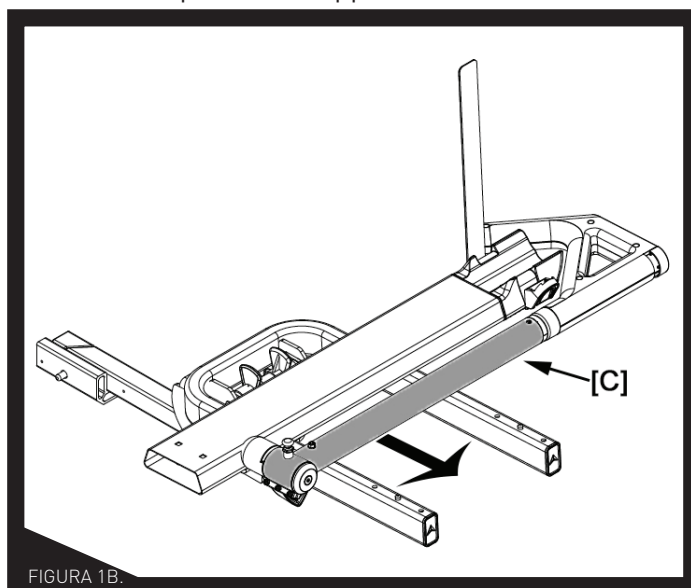

FIGURA 1B.
**IMPORTANTE!** Come mostrato nella Figura 1B, il supporto per biciclette deve essere installato con il braccio [C] rivolto verso l'estremità aperta del supporto a U